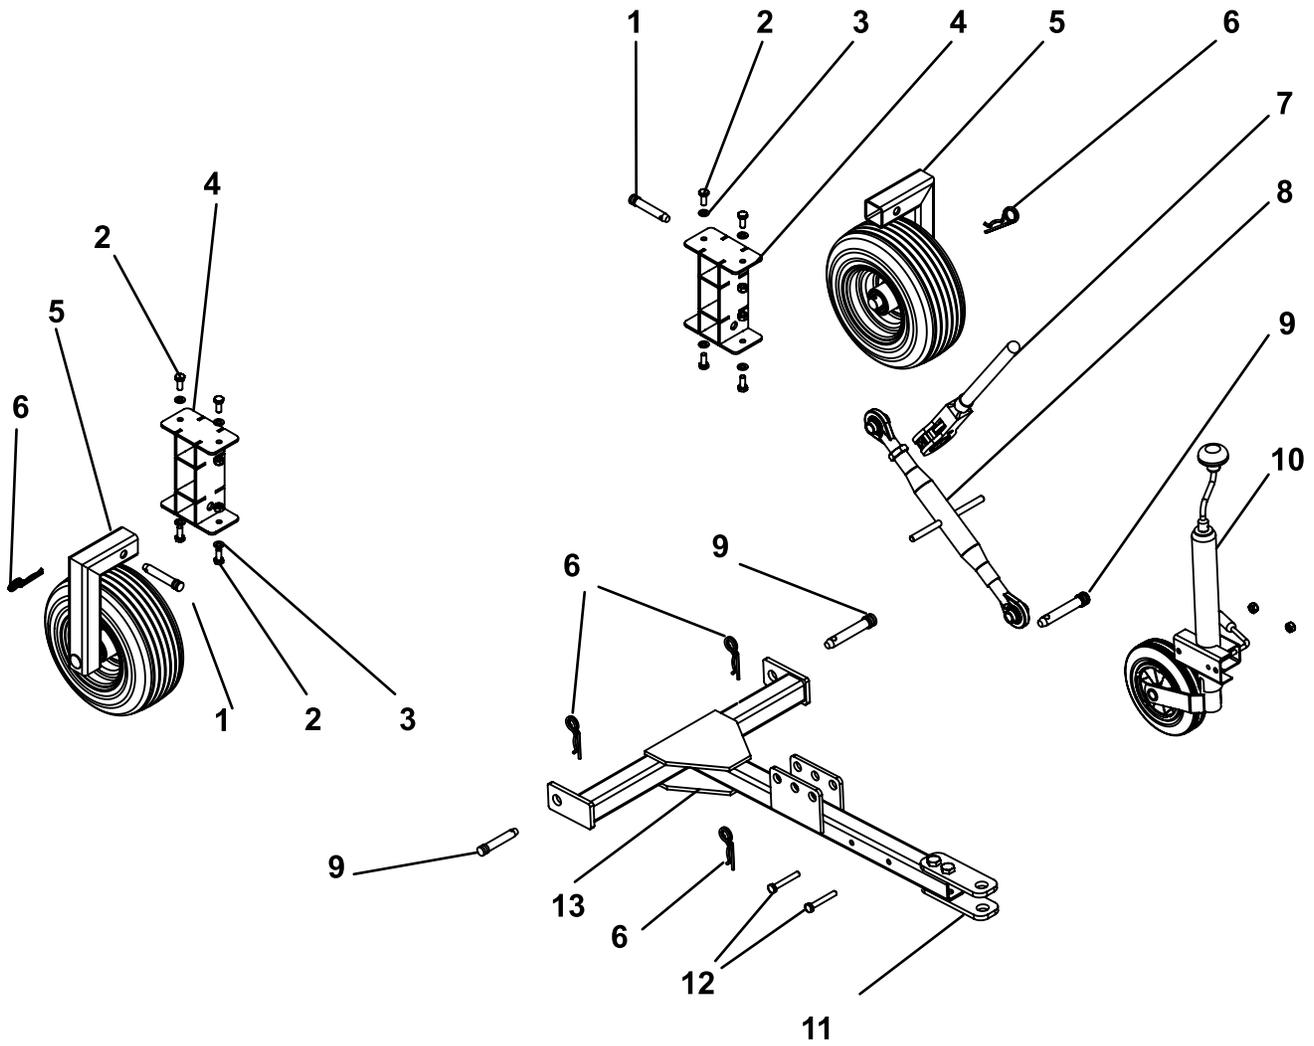

Figura 2
2. Sujete la palanca del brazo superior al brazo superior (Figura 2).